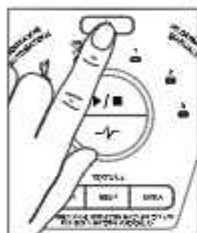

Fig. 19
1. Presione el botón de encendido/apagado  para encender la licuadora (Fig. 19). La luz de encendido parpadeará, lo que significa que la licuadora está activada y lista para usar.
7. Presione el botón de encendido/apagado  para apagar la licuadora (Fig. 19).